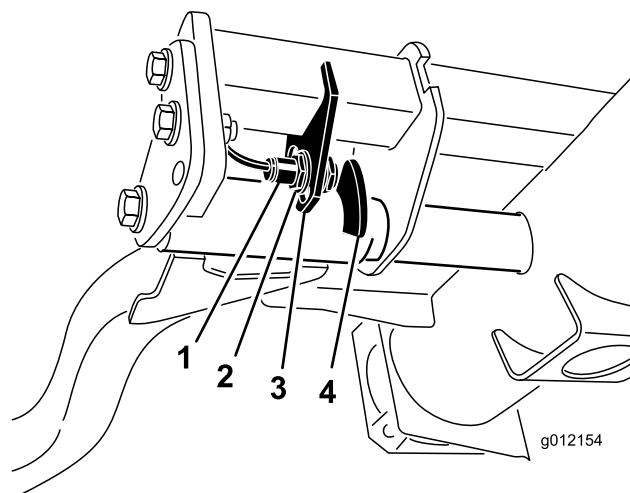

Figure 41
2. Le commutateur des bras de relevage se trouve sous le réservoir hydraulique, derrière le bras de relevage avant droit (Figure 41).
3. Desserrez les vis de fixation du commutateur (Figure 41) et abaissez le commutateur pour augmenter la hauteur du changement de direction des bras de relevage ou élevez-le pour réduire la hauteur du changement de direction. Serrez les vis de fixation.